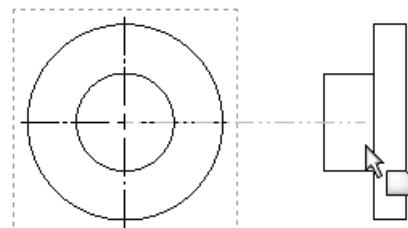

图 8-33 将指针移动到所选视图的相应一侧
(4) 将指针移动到所选视图的相应一侧，如图 8-33 所示。